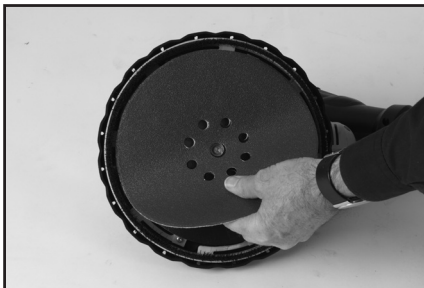

Fig. 2
- Veillez à ce que les neuf (9) trous du disque de ponçage s'alignent parfaitement avec les neuf (9) trous du disque du dispositif de ponçage motorisé. (**Fig. 2**)